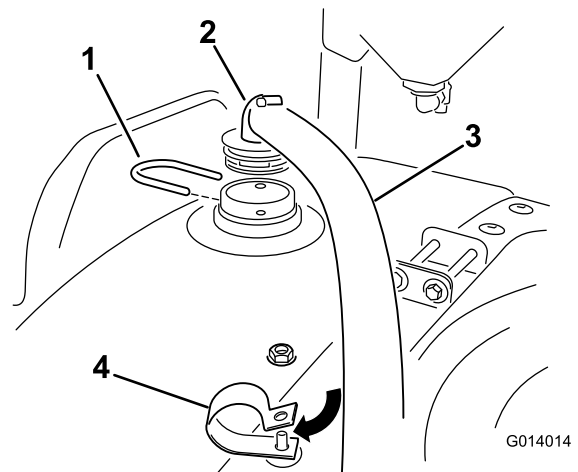

Figura 23
- Conecte el extremo de la manguera que tiene el acoplamiento de 90 grados al conector estanco instalado anteriormente en la parte superior delantera del depósito (Figura 23).
- Utilice una horquilla para sujetarlo al depósito, según se muestra en Figura 23.
- Pase el extremo libre de la manguera hacia abajo y a través de la abrazadera en R hasta el eyector. Instale una contratuerca sobre el perno de la abrazadera en R y apriételo, de momento con los dedos solamente (Figura 23). Esto permitirá su ajuste posterior.